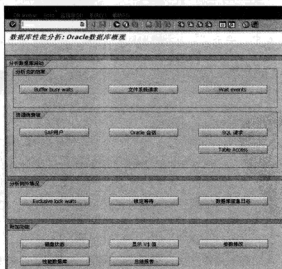

图 13-22 查看数据库活动的详细信息
STEP 2 在此可以重点查看 Data buffer、Reads、Log buffer 等信息。另外,单击“详细分析菜单”按钮,可以查看数据库活动的详细信息,如图 13-22 所示。